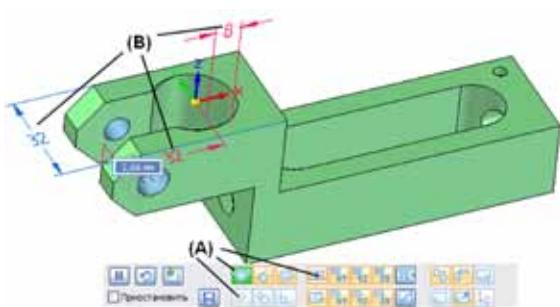

Рисунок 2. Текущие правила и управляющие 3D-размеры – уникальные инструменты синхронного моделирования
ляет грандиозные возможности создания и редактирования моделей. Уникальная технология Текущих правил анализирует грани 3D-модели, затронутые операцией редактирования (Рисунок 2), автоматически вычисляет возможные геометрические связи (A) и автоматически их поддерживает, что позволяет абсолютно точно сохранять геометрический «замысел» модели. В синхронной среде Solid Edge можно добавлять управляющие 3D-размеры (размерные связи) непосредственно на 3D-геометрию, минуя создание 2D-эскизов (B).